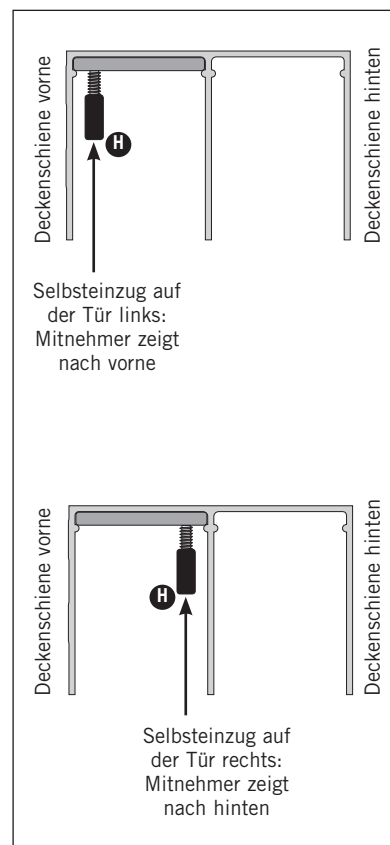

Bild 8 ▲
Wichtig dabei: Je nach Position des Selbststeinzuges auf der Tür zeigt der Mitnehmer (H) entweder nach vorne oder nach hinten (Bild 8).